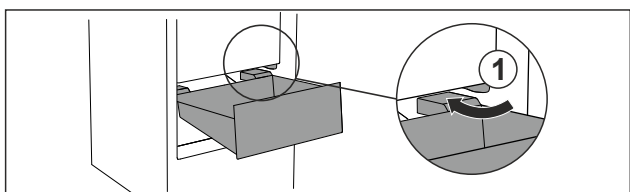

Fig. 20
- ▶ Zásuvku ved'te šikmo podél zarážek Fig. 20 (1).